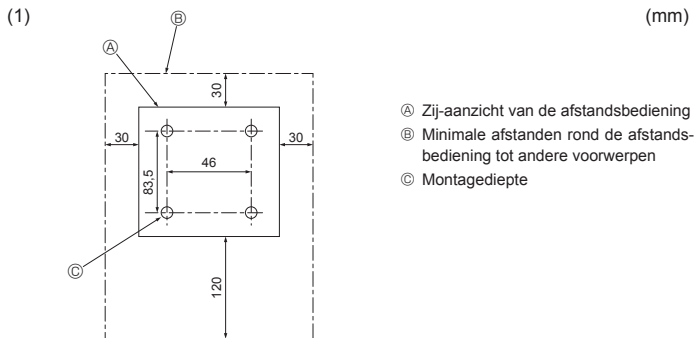

Fig. 6-2
6.2. Afstandsbediening (Fig. 6-2) Voor de afstandsbediening med draad